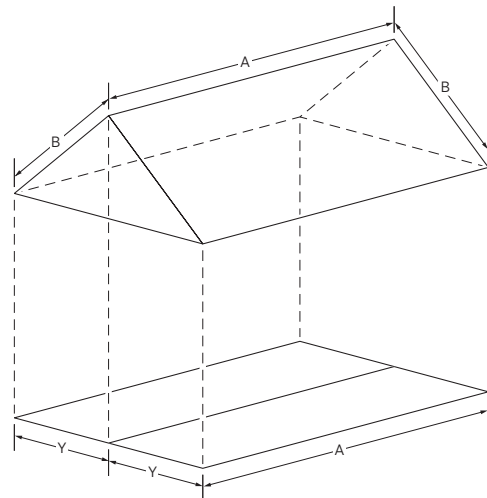

Figura 3-2: Vista de planta
Sin embargo, podemos describir el techo de otra manera. Supongamos que caminamos alrededor de la construcción y medimos la longitud y el ancho de la construcción. Ahora podemos dibujar una representación plana de la construcción a nivel del suelo denominada vista de planta. Hemos proyectado el techo inclinado sobre una superficie horizontal para obtener el área que se muestra en la Figura 3-2. La dimensión  $B$ , la cornisa, aparece ahora como  $Y$  en la vista de planta.
A continuación se muestra una tabla con los factores de la pendiente para realizar el cálculo de la longitud de la cornisa (B) con facilidad. Si conocemos la altura del techo en elevación por cada pie de recta, multiplicamos el área del plano horizontal ( $2Y \times A$  en la Figura 3-2) por el factor de pendiente correspondiente en la Tabla 1 para obtener el área real.
Por ejemplo, si la elevación es de 5 pulgadas (125 mm) por pie (30.48 cm), entonces el área del techo en la Figura 3-2 es: Área = (Área en la vista de planta) x (factor de pendiente de 5 pulgadas (125 mm) de elevación) =  $(2Y \times A) \times (1.083)$